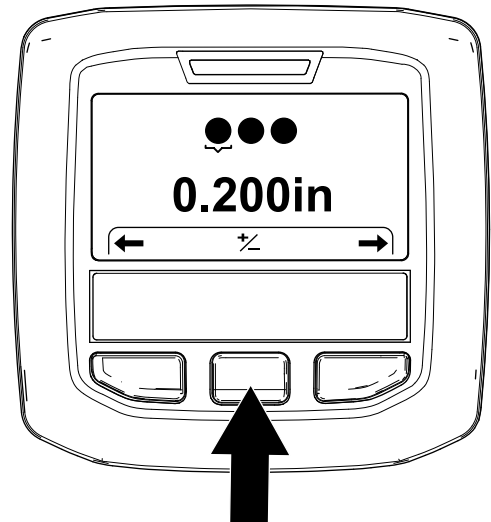

図 58
3. インフォセンターの右ボタンを押して「タインの直径」 Setting the Tine Diameter 画面を出す **図 58**。